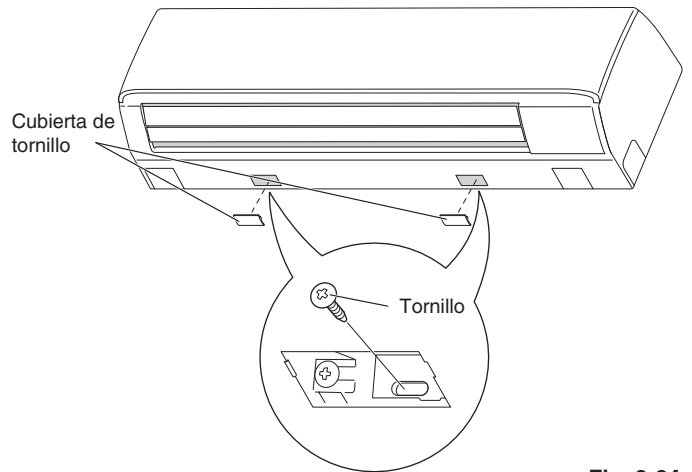

Fig. 3-34
- (1) Quite la cubierta de los tornillos que se encuentra en la superficie inferior. (Fig. 3-34)
- (2) Fije la estructura al panel posterior utilizando los 2 tornillos para madera incluidos de 4 x 10 mm. (Fig. 3-34)